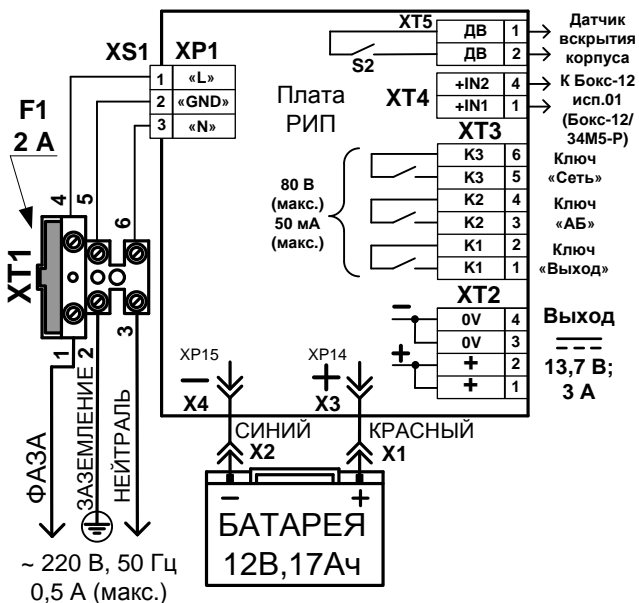

Рис. 2
ВНИМАНИЕ! При подключении внешнего питающего напряжения 220 В к сетевой колодке ХТ1 необходимо соблюдать правильность подключения проводов «фаза» и «нейтраль». Подключение производить в соответствии с Рис. 2. Схема подключения также расположена на внутренней стороне корпуса РИП.
3.2.4 Согласно схеме соединений (рис. 2):
б) изъять из колодки вставку **F1 (2 А)**, подключить сетевые провода к входной колодке (**фаза (L) должна быть подключена к ХТ1:1, см. рис. 2**);